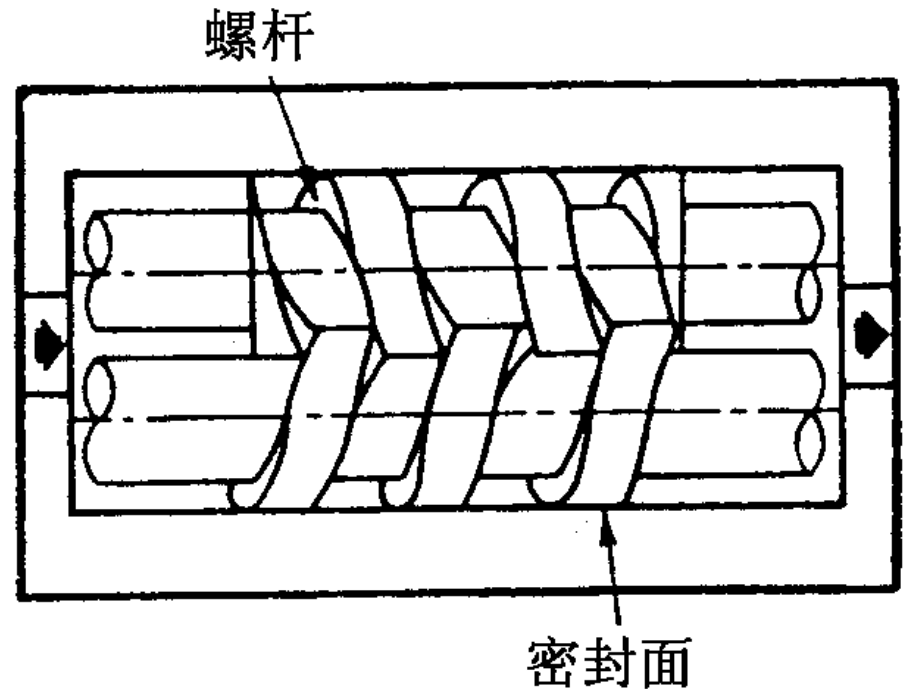

图 2—5 螺杆泵
2、螺杆泵：如图 2—5 所示，液压油沿螺旋方向前进，转轴径向负载各处均相等，脉动少，故运动时噪音低，可高速运转，适合作大容量泵。但压缩量小，不适合高压，一般用于燃油、润滑油泵而不用作液压泵。